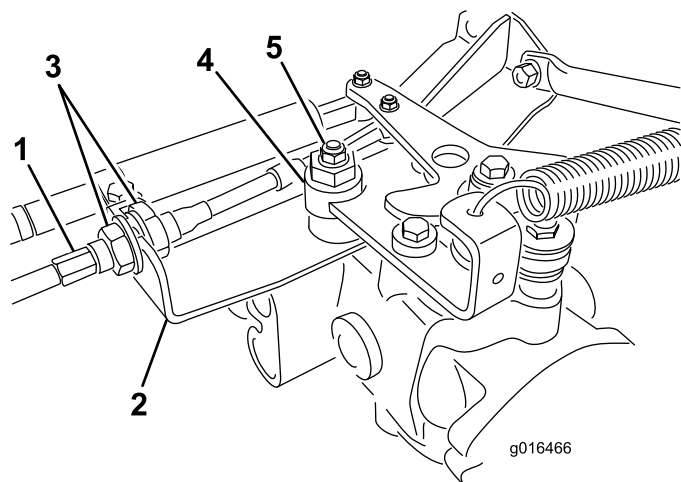

Figure 43
- A. Desserrez les écrous de blocage qui fixent le câble de commande de transmission à la cloison sur l'hydrostat (Figure 43). Desserrez les écrous de blocage uniformément et suffisamment pour permettre le réglage.
- B. Desserrez l'écrou de fixation de l'excentrique en haut de l'hydrostat (Figure 43).
- D. Tournez l'excentrique jusqu'à ce que la roue ne tourne plus dans aucune direction. Lorsque la roue arrête de tourner, serrez l'écrou pour bloquer l'excentrique et le réglage (Figure 43). Vérifiez le réglage avec la commande d'accélérateur en position bas régime, puis haut régime.
- E. De chaque côté de la cloison, serrez les contre-écrous **uniformément** pour fixer le câble de transmission à la cloison (Figure 43). Ne tordez pas le câble.